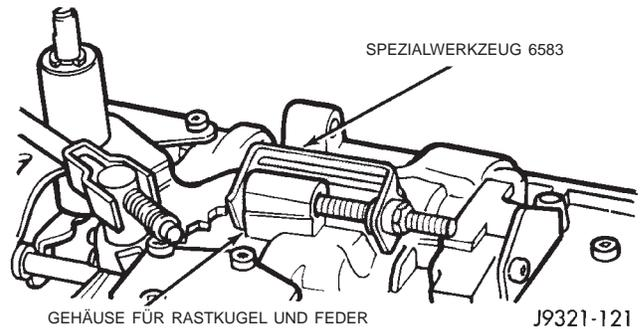

Abb. 64 Rastkugel und Feder mit Haltewerkzeug fixieren
(40) Rastfeder und Rastkugel in die Öffnung des Ventilgehäuses einsetzen und Haltewerkzeug 6583 anbringen (Abb. 64).